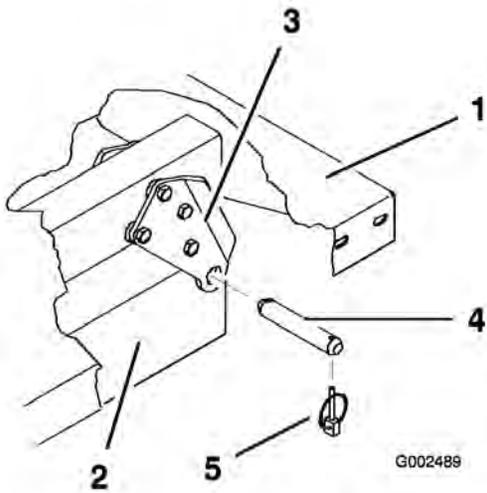

図 4
- ピボット・ブラケットをフレームに固定しているリンチピンとクレビスピンを外す(図 4)